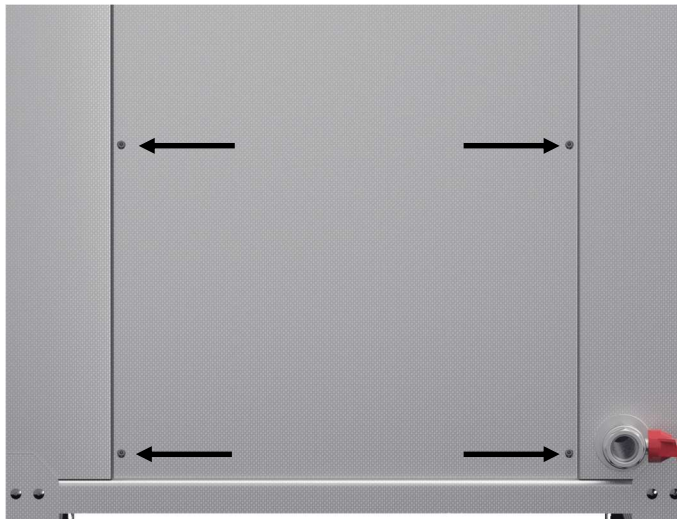

Abb. 9.5.1. Position der 4 Inbusschrauben
1. Lösen Sie die 4 Inbusschrauben (siehe Bild 9.5.1.)